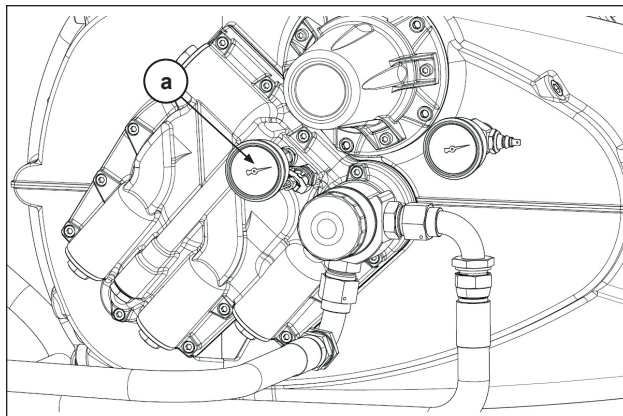

Рис. 20
3. Проверьте правильность заливки масляного насоса: Максимальное время на заполнение смазочным маслом и определение его давления по манометру (поз. а Рис. 20), установленному на корпусе масляного насоса, составляет 10 секунд с момента запуска насоса при минимальном режиме 1200 об/мин на BOM.